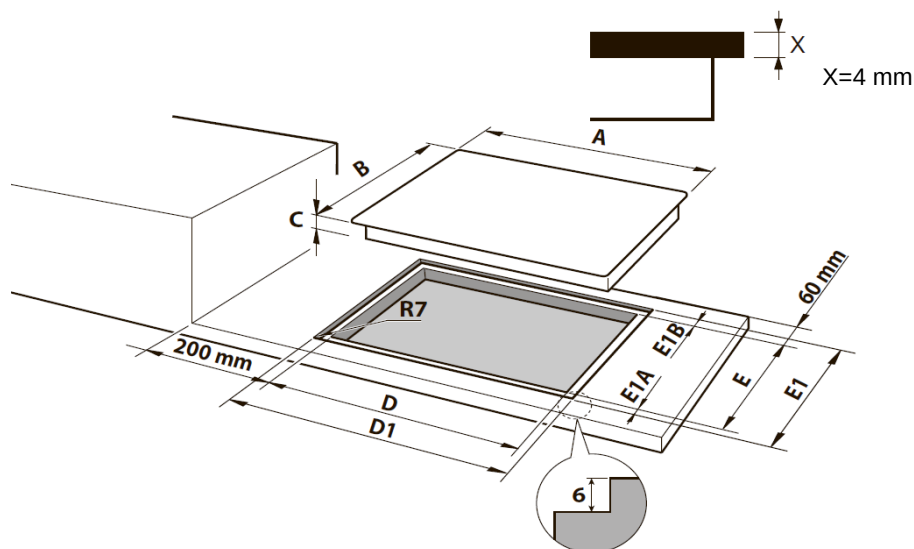

Rys. 1.1a
Aby zainstalować płytę kuchenną w zabudowie kuchennej, należy wykonać otwór o wymiarach pokazanych na rys. 1.1a lub 1.1b, pamiętając o następujących kwestiach:
- Blat kuchenki musi być oddalony od dowolnej ściany bocznej o nie mniej niż 200 mm (od bocznej krawędzi wycięcia - rys. 1.1a, 1.1b, 1.1c).
- Płyta musi być zamontowana w odległości co najmniej 60 mm od ściany (od tylnej krawędzi wycięcia - rys. 1.1a, 1.1b).
- Dotnij jednostkę zgodnie z wymiarami na rys. 1.1a lub 1.1b.